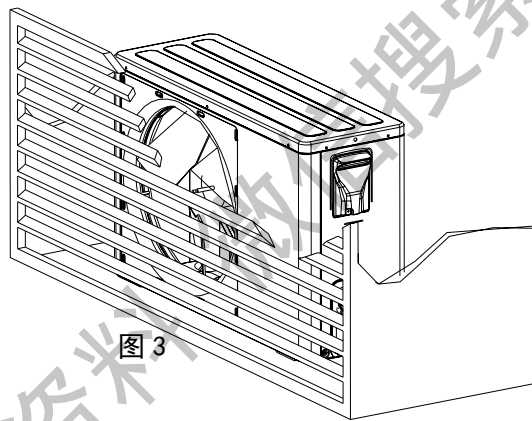

图 3
9. 为确保室温调节效果, 如安装室外机时前面立有类似百叶窗遮挡物, 建议拆除此类遮挡物, 如无法拆除, 则应将室外机出风口尽量靠近百叶窗口 (见图 3)。